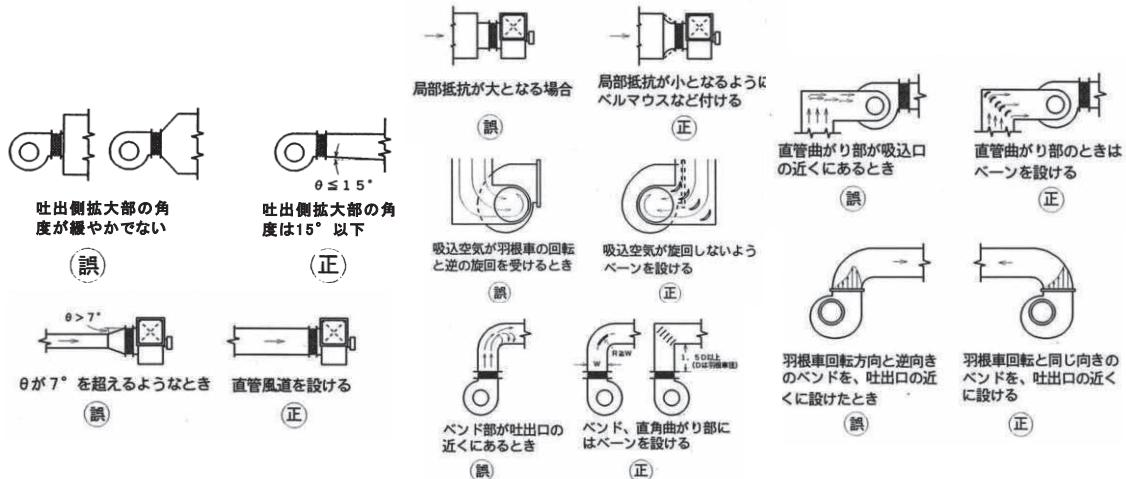

図 12 配管方法例
- (1) 運転試験時に振動、騒音が外部に伝わらないようにするとともに、火災時の熱によるダクトの伸びやダクトの重量がかからないように伸縮継手を使用してください。
- (2) 排煙ダクトは不燃材で製作し、原則として保温、断熱はしません。
- (3) ダクトを接続する前にダクト内および送風機内部を点検し、ウエス(布)や工具などの異物がある場合は取除いてください。
- (4) 必要に応じて風量調整用ダンパを設けてください。
- (5) ダクトを送風機口径より著しく細くしたり、連続した曲部や、送風機直前、直後に曲部を設けると、圧力損失の増加を生じます。図 12 配管例を参考にしてください。
- (6) 逆風を受ける場合、羽根車の逆回転を防止するため、逆止弁を取り付けてください。